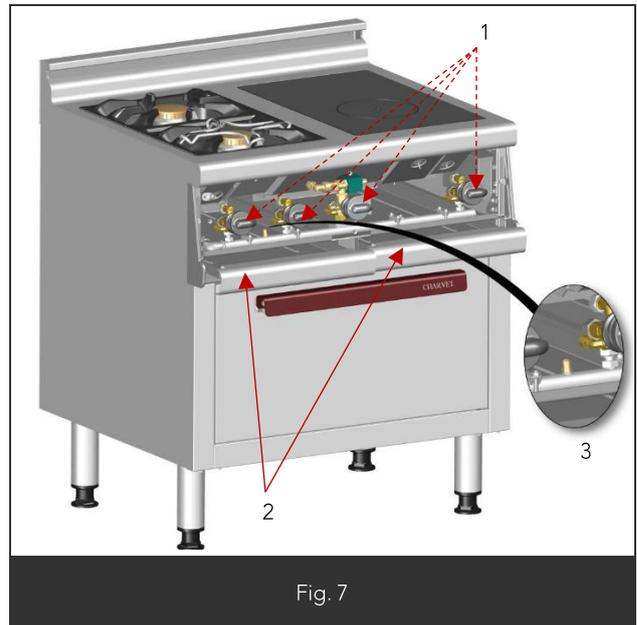

Fig. 7
- Retirer les tiroirs sous les feux et sous la plaque coup de feu (Fig7 Rep1).
- Dévisser les 2 vis situées aux extrémités (Fig7 Re2 et 3).
- Déposer le capot de commande (Fig7 paragraphe2)